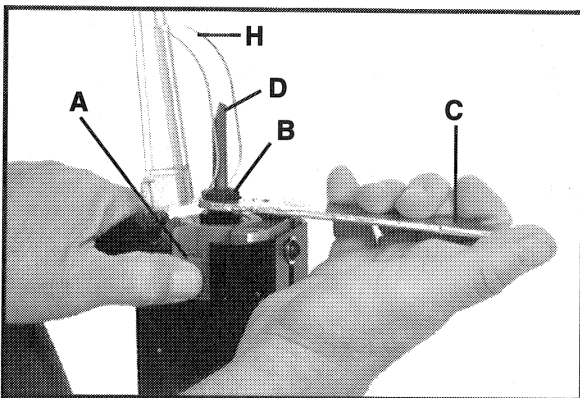

Fig. 4
4. Apriete el cerrojo de eje (A) Fig. 4, y gire a mano la tuerca de boquilla en el sentido de las manecillas del reloj hasta que el cerrojo enganche el agujero del eje del motor.